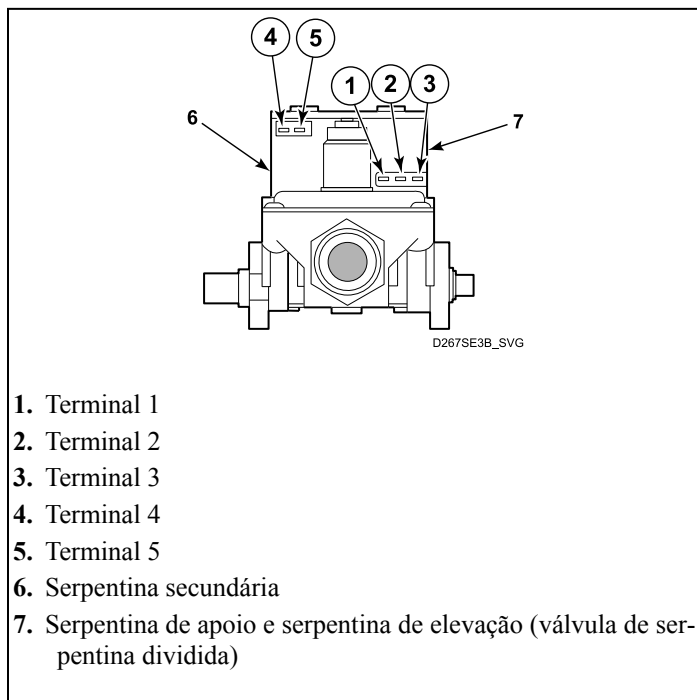
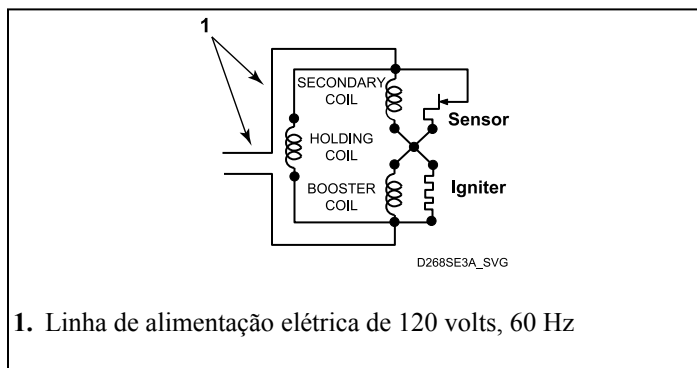

Figura 12
Figura 13
Modelos a gás — consulte a *Figura 12* e a *Figura 13*
- Ajuste o medidor de teste para exibir a tensão CA e aplique sondas do medidor nos terminais no plugue do chicote da secadora que correspondam aos terminais 1 e 2 na serpentina. *Figura 12*. O medidor deve registrar a tensão da linha em todas as configurações de fábrica, exceto SEM AQUECIMENTO, que deve exibir “zero” VCA.